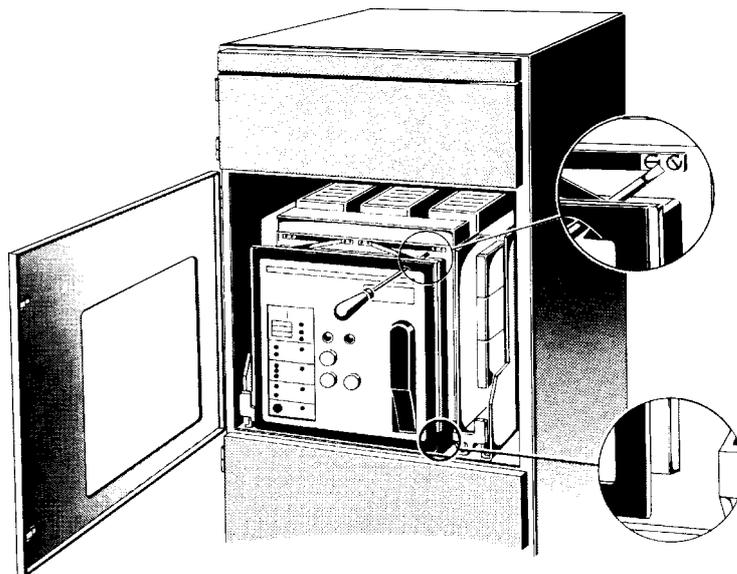

Fig. 2 Tüрдichtungsrahmen ausbauen
- Türdichtungsrahmen nach Fig. 2 anschrauben. Anschließend Anlagentür mehrere Male probeschließen.
- Fix the door sealing frame according to Fig. 2. Afterwards, shut the door several times for trial purposes.